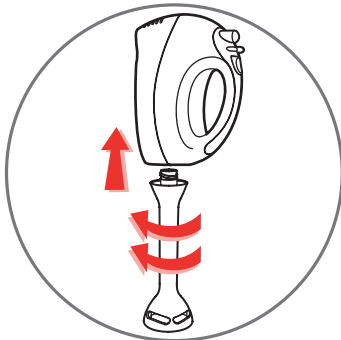

fig.3
- 2 . Soulevez la trappe située à l'arrière de l'appareil et vissez sans forcer le pied Mixer **(F) dans le sens inverse des aiguilles d'une montre** jusqu'à ce que les points rouges soient alignés (un petit « clic » au passage du point rouge indique que le pied est correctement vissé) **(fig3)**.